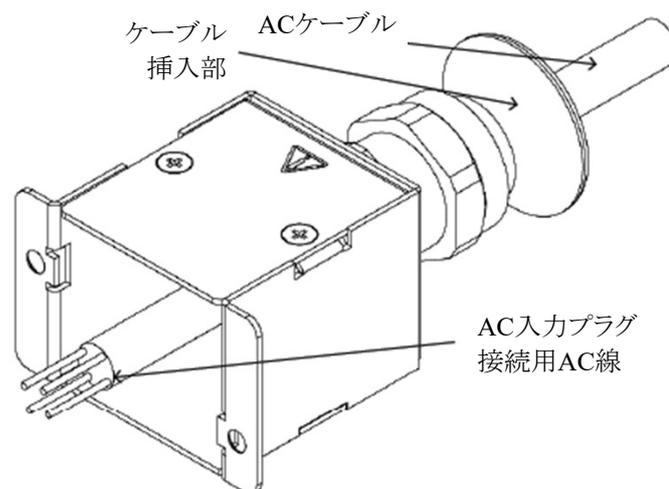

図4-10 ACケーブルの挿入方法 (G1.7kW~G5kW)
3. 図4-10に示すように、ACケーブルを通せるようにストレインリリーフのケーブル挿入部を緩めます。その後ACケーブルをストレインリリーフのケーブル挿入部とストレインリリーフブラケットに通して取り付けてください。図4-10は3相入力の場合を示していますが、単相入力の場合も同様です。